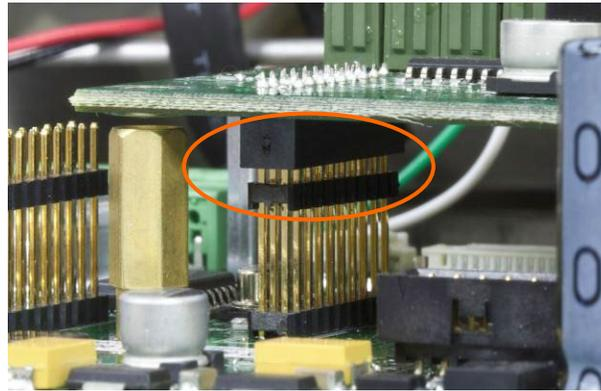

Abbildung 5-17: Ausrichten der Stifte auf der Optionsplatine
2. Drücken Sie die Optionsplatine vorsichtig nach unten, sodass alle Stifte auf dem Steckanschluss der Hauptplatine in den Sockel auf der Unterseite der Optionsplatine gleiten. Bei ordnungsgemäßem Einbau wird jeder Stift in ein passendes Loch im Steckanschluss eingeführt. Siehe Abbildung 5-17.